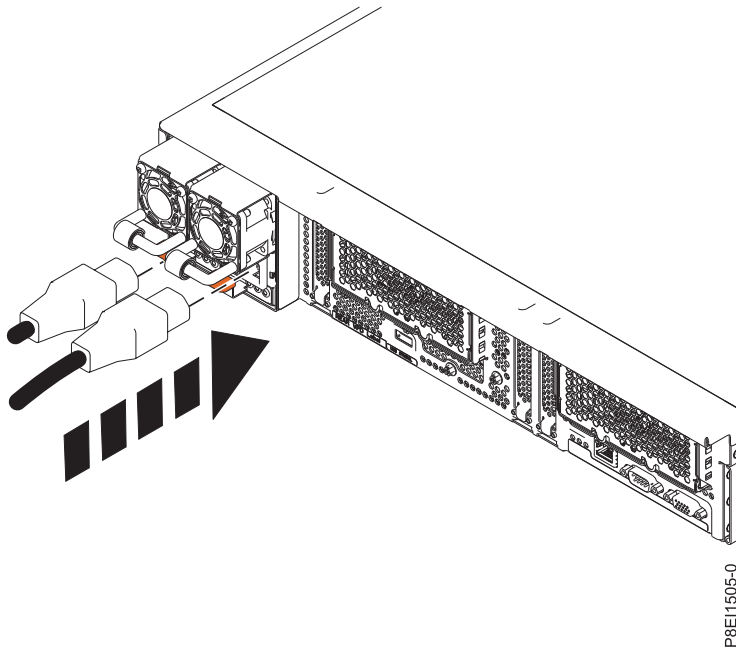

Figure 50. Branchement des cordons d'alimentation au système
2. En vous aidant des étiquettes, rebranchez les cordons d'alimentation à l'unité centrale. Voir la figure 50, à la page 72.